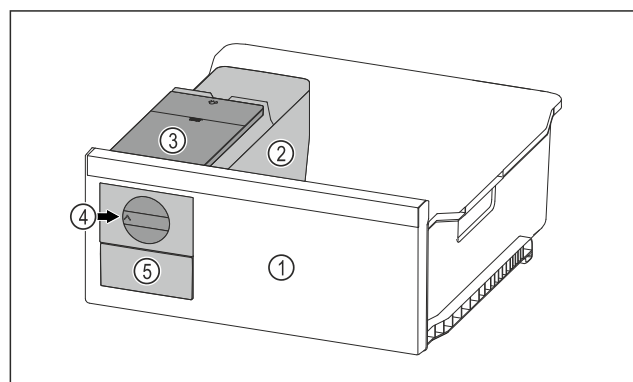

Fig. 47 Voorbeeld
- ▶ Draaiknop Fig. 47 (4) rechtsonder tot aan de aanslag draaien.
- ▷ Ijsblokjes vallen uit de ijsblokjeschaal in de ijsblokjeslade Fig. 47 (5).